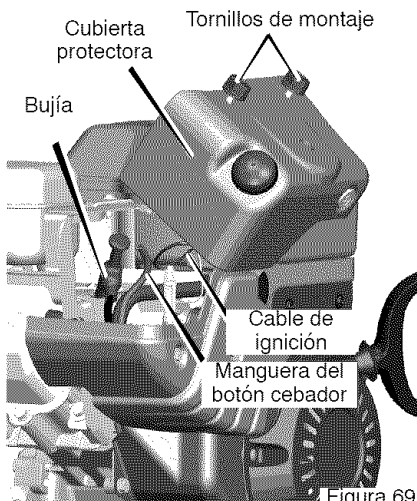

Figura 69
3. Quite los **tornillos de montaje** (Figura 69).
7. Monte la cubierta protectora en el motor y fíjela con los tornillos de montaje (vea la Figura 69).